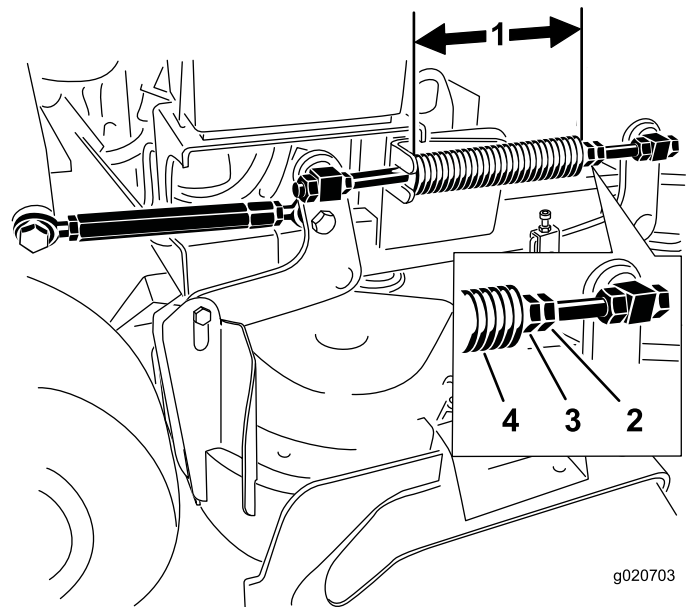

Figure 88
Remarque: La longueur nominale est de 28,2 cm pour les plateaux de coupe de 91 cm et de 25,7 cm pour les plateaux de coupe de 102 cm (Figure 88).
3. Réglez cette distance en desserrant l'écrou de blocage du ressort et en tournant l'écrou devant chaque ressort (Figure 88).
4. Bloquez l'écrou en position en serrant l'écrou de blocage du ressort (Figure 88).